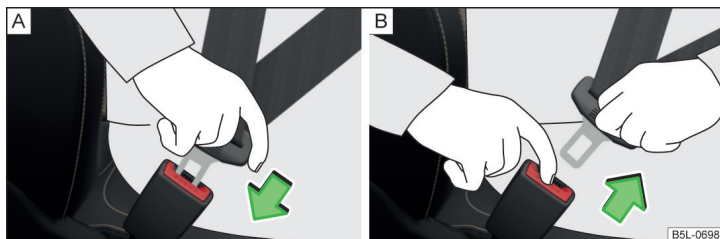

Fig. 5 Sådan spændes sikkerhedsselen. / Sådan tages sikkerhedsselen af.
» Fig. 5 – [A]. Du skal kunne høre, at den går i hak.
- Tag fat i låsetappen, og tryk på den røde knap i selelåsen » Fig. 5 – [B]. Låsetappen springer ud.